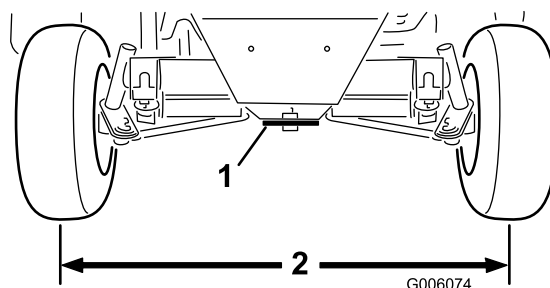

Figura 57
2. Liberte as porcas de aperto que se encontram em cada uma das rótulas de direcção. Ajuste ambas as barras transversais até que a distância centro a centro à frente e atrás das rodas traseiras seja a mesma (Figura 57).